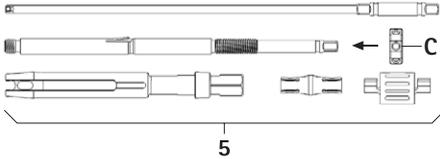

Afb. 9
- Monteer de repositiehefboom 4, zie Afb. 9.